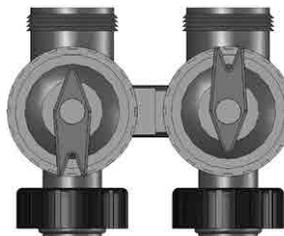

Figura 2.
- Debido a que el sistema OneFlow funciona en el modo de flujo ascendente, las conexiones del tanque son opuestas a las instalaciones tradicionales. Siga el diagrama de flujo de agua ilustrado en la Figura 2.
5. Conecte el suministro de agua fría a la entrada del sistema OneFlow. **NOTA:** El sistema OneFlow funciona en el modo de flujo ascendente, el cual es opuesto a un ablandador convencional. Siga el diagrama de tuberías de la Figura 2.